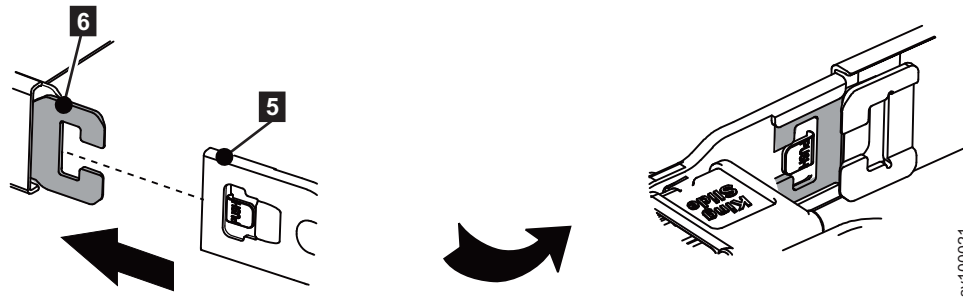

図 19. その他の外部メンバーの取り付け
4. 反対側のケーブル・マネジメント・アーム・コネクタ (**5**) を反対側の外部ケーブル・マネジメント・アーム・コネクタ・ベース (**6**) に取り付けます。図 19 を参照してください。